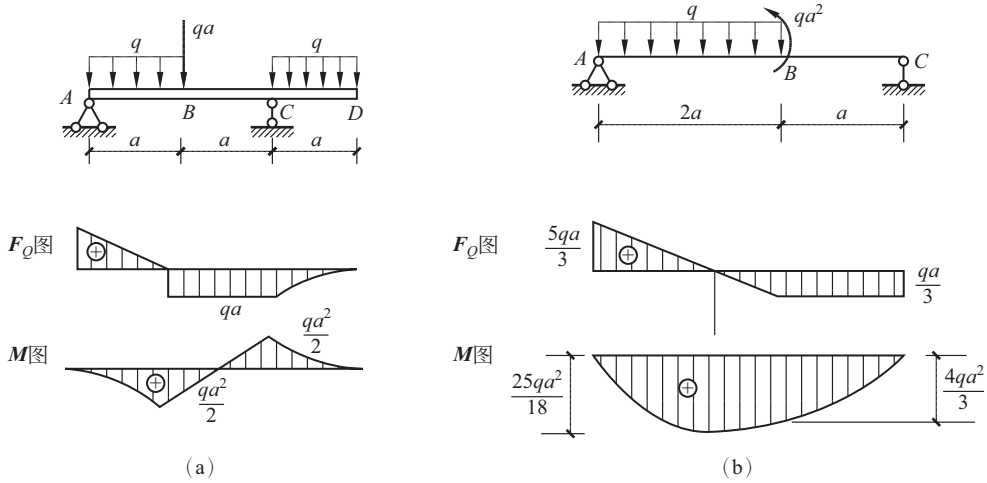

图 5-37 习题 5 图
5. 试根据弯矩、剪力与荷载集度之间的微分关系指出图 5-37 所示剪力图和弯矩图